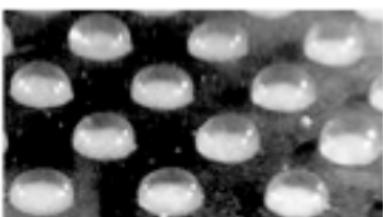

Fig. 1
8. Uma vez que soem os sinais sonoros do cronômetro, verifique se todos os microdomos estão prontos para a coleta - elevados, transparentes e brilhantes. (Fig.1)